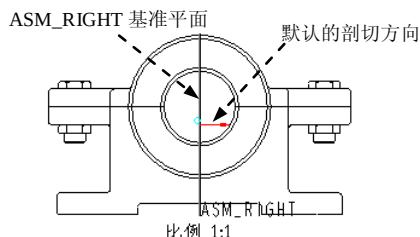
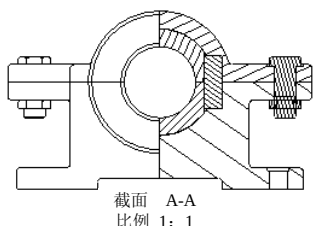

图 3.12.31 定义剖切方向
图 3.12.32 创建半剖视图
Step3. 创建主视图半剖视图。双击主视图，系统弹出“绘图视图”对话框；选取 **类别** 区域中的 **截面** 选项，在 **剖面选项** 区域中选中 ☒ **2D 剖面** 单选项，将 **模型边可见性** 设置为 ☒ **全部**，然后单击 **+** 按钮，在 **名称** 下拉列表选取剖截面 **A**（A 剖截面为偏距截面，在零件模型环境中已创建），在 **剖切区域** 下拉列表框中选取 **一半** 选项；在图形区选取“ASM_RIGHT”基准平面，此时视图如图 3.12.31 所示，采用系统默认的剖切方向；单击 **确定** 按钮，此时系统生成图 3.12.32 所示的半剖视图。